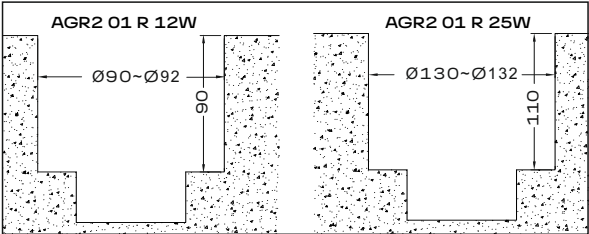

Рис. 1
- 5.9 Подготовьте отверстие в грунте для установки осветительного прибора (рис. 1). Обязательно подготовьте дренажную систему в виде гравия толщиной более 25 см, осветительный прибор не должен находиться погруженным в воду более 30 минут. Обязательно предусмотрите место для монтажа распределительной коробки (в комплект поставки не входит) для подключения осветительного прибора.